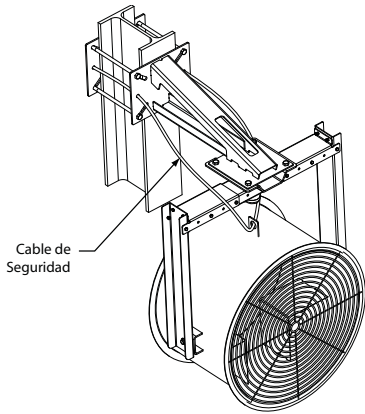

Figura 15 — Soporte de Montaje de Pared Ensamblado
8. Conecte el cable de seguridad para brindar protección contra caídas. Fije a través de las placas posteriores de montaje de pared, haga un bucle a través del Soporte de Montaje en Cielo y fije a través del cáncamo de suspensión que se encuentra en la parte superior de la carcasa del ventilador, como se muestra en la Figura 15. Permita que el cable de seguridad esté lo suficientemente aflojado para permitir la realización de ajustes en el Cañón de Aire Industrial.